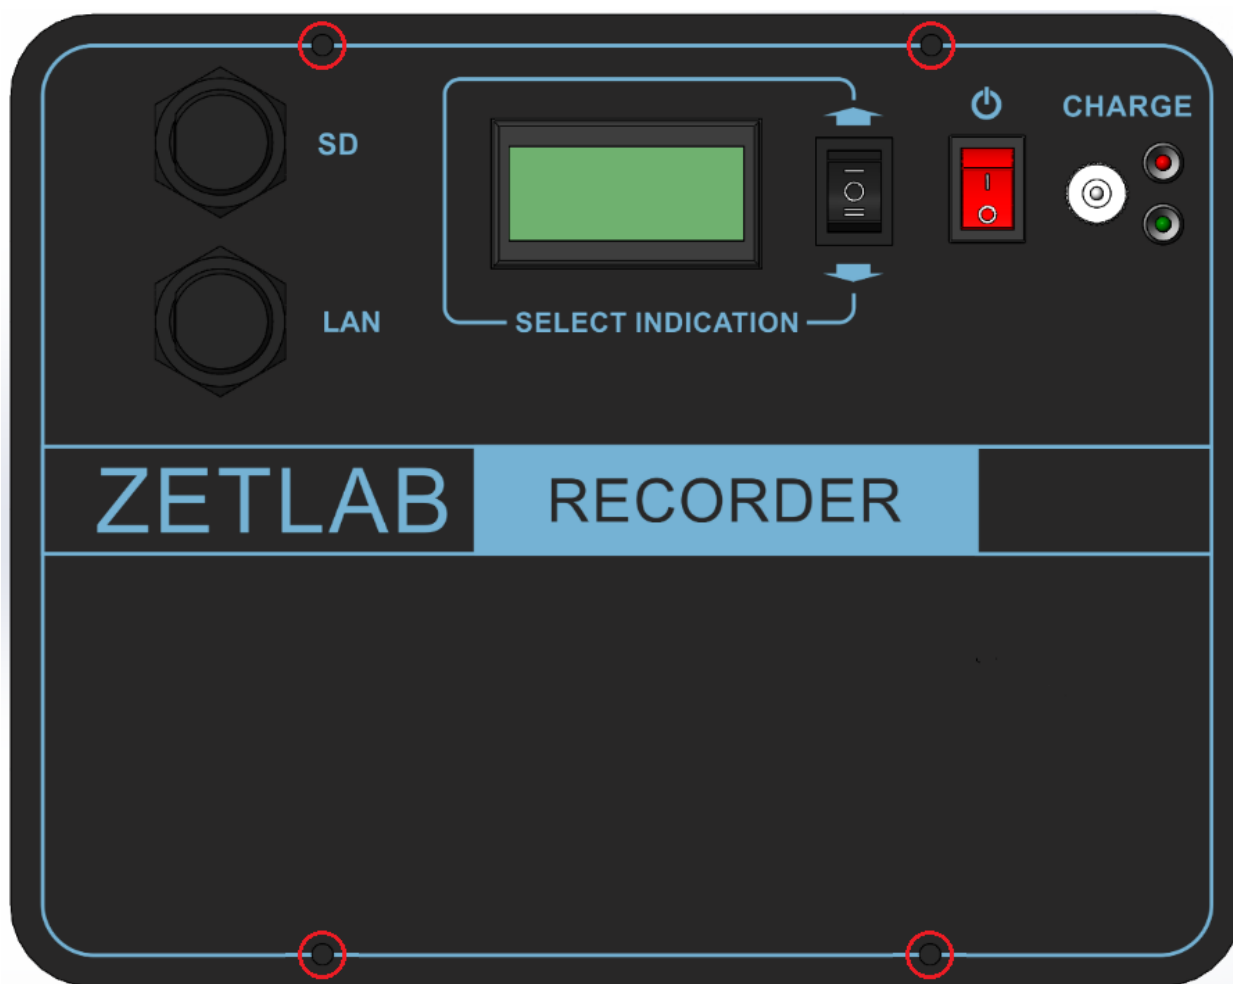

Рис. 2.1 Местоположение крепежных винтов
1. Открутить четыре крепежных винта на верхней панели регистратора, местоположение которых отмечено красным кружком на *Рис. 2.1*. Аккуратно отодвинуть в сторону верхнюю панель регистратора, стараясь не оторвать прикрепленные к ней провода.